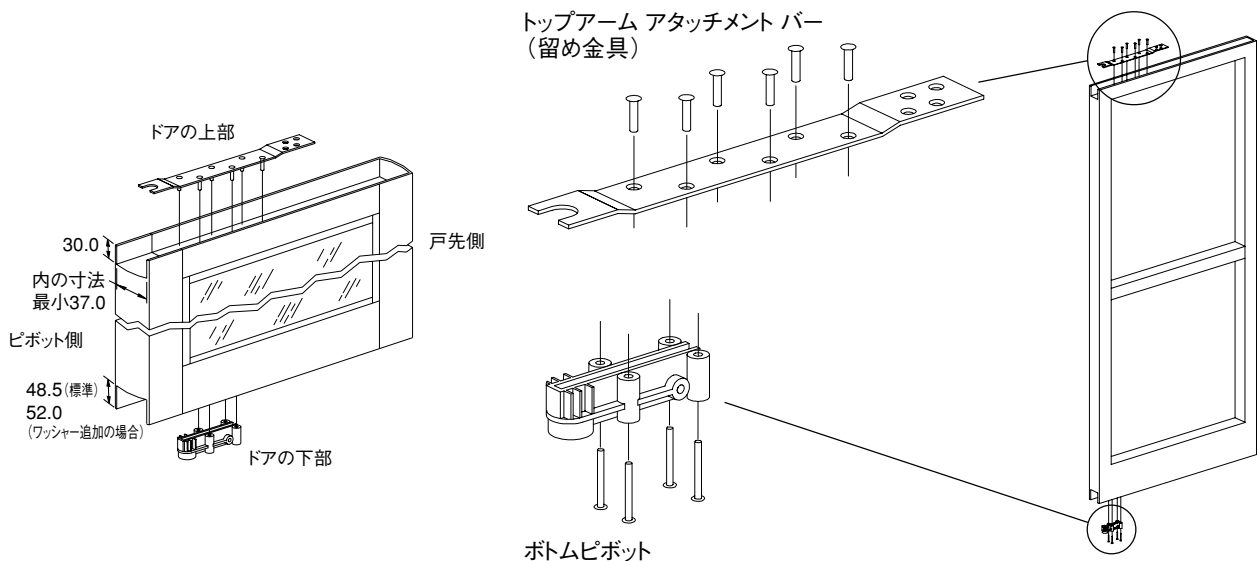

図11-2
11.2 トップアームとボトムピボットを付属のビスまたはミリビスで取り付けて下さい。(図11-2) 鋼製建具にはhマシビス(ミリ)、木製建具には付属の木ビスをご使用下さい。
2. オペレータースピンドルの位置に注意して下さい。オペレーターの電源を投入して下さい。起動用ワイヤーを瞬時短絡させます。ースピンドルはゆっくりと開放位置まで回り、止まります。スピンドルが完全に開放位置に来るまで、続けて下さい（図11-2 参照）。その後起動ワイヤーをワイヤーナットでつないで下さい。